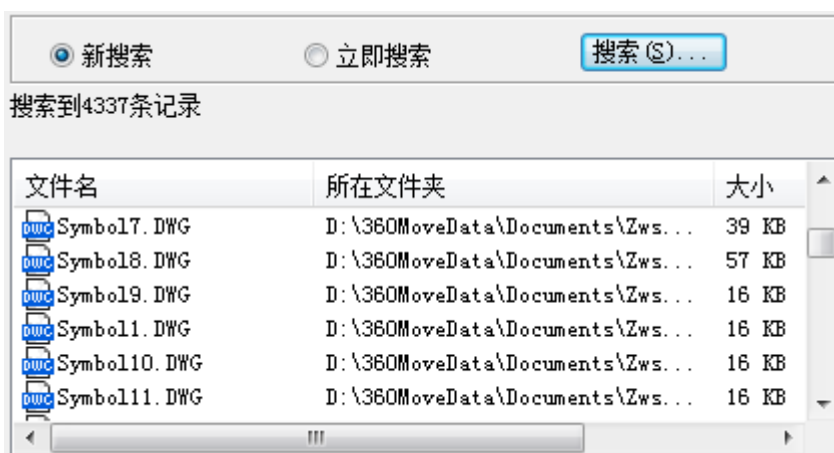

图 5-33 “设计中心”搜索列表
- 5) 单击【搜索】按钮，系统会搜索出该路径中所有的 dwg 文件，如图 5-33。